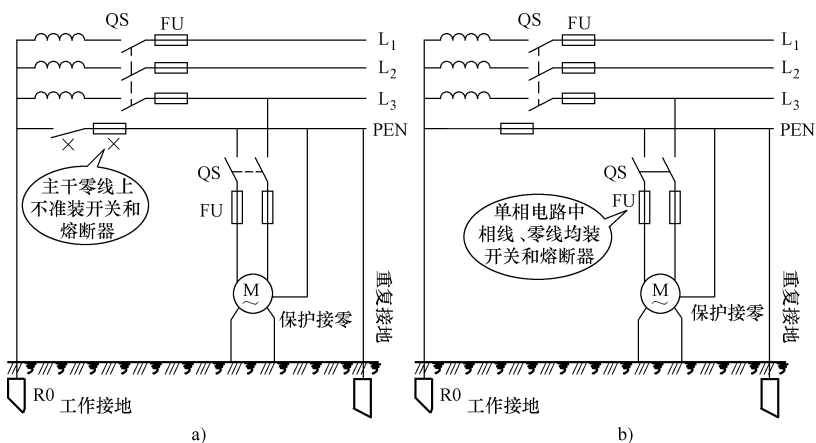

图 8-5 保护接零系统中中性线干线和保护零线上严禁装设开关和熔断器
3) 三相四线制或三相五线制线路中，中性线干线和保护零线上严禁装设开关和熔断器，如图 8-5 所示。否则当熔断器熔断或开关接触不良时，相当于切断了负载零线与电源中性点之间的通路，一方面使接零保护不起作用；另一方面，若发生三相负载不对称，三相电压不平衡，可能烧毁用电设备，所以三相四线供电线路或三相五线供电线路中用的刀开关都是三相的，而无四相的。